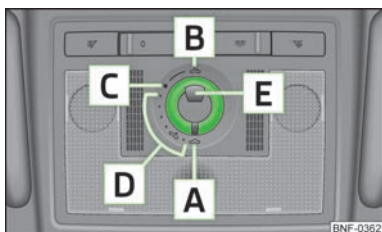

Fig. 19
Le toit ouvrant coulissant/relevable panoramique électrique (appelé simplement « toit ouvrant coulissant/relevable » par la suite) ne peut être commandé au moyen du sélecteur » fig. 19 que quand le contact est mis. Le bouton rotatif possède plusieurs positions.
- Faites tourner le sélecteur sur la position **C** » fig. 19.
- Faites tourner le sélecteur sur la position **A** » fig. 19.